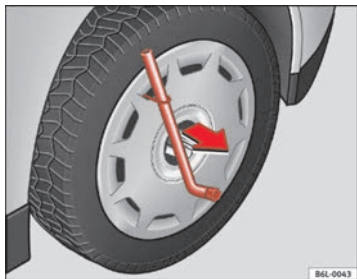

Abb. 123 Die Radvollblende vom Rad abnehmen
- Die Radvollblende mit dem Drahhaken abnehmen ⇒ Abb. 123.